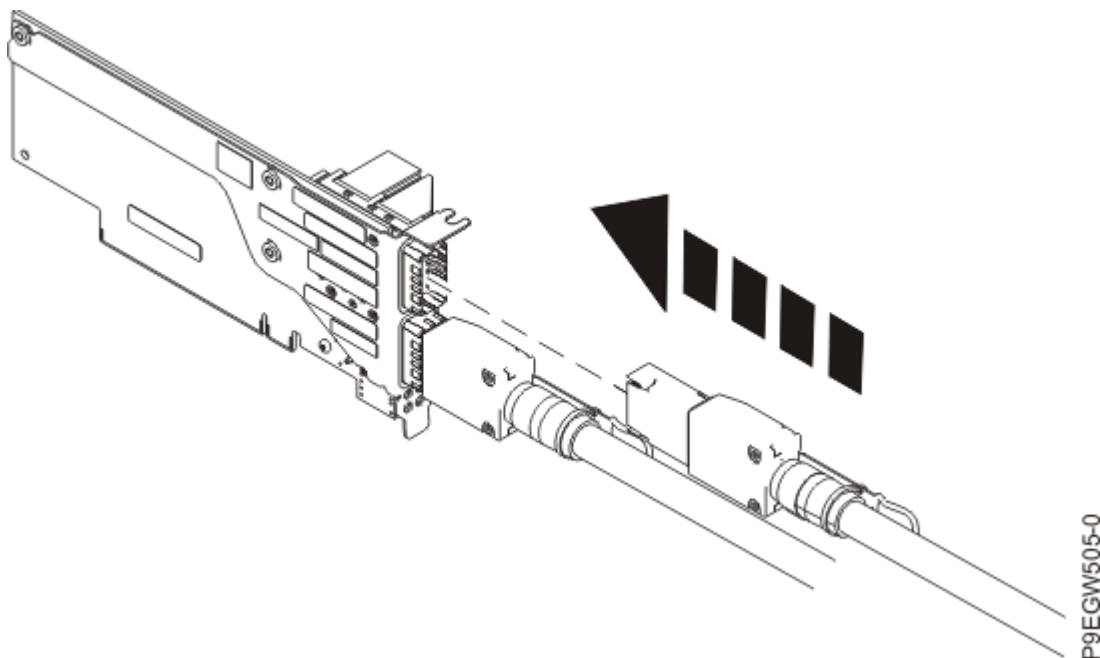

Figura 6. Sustitución del cable del cajón de expansión en el adaptador de cable PCIe3 del sistema host
4. Conecte el cable del cajón de expansión de sustitución enchufando el cable en el puerto del adaptador de cable PCIe3 en el sistema host, tal como se muestra en la Figura 6 en la página 7.